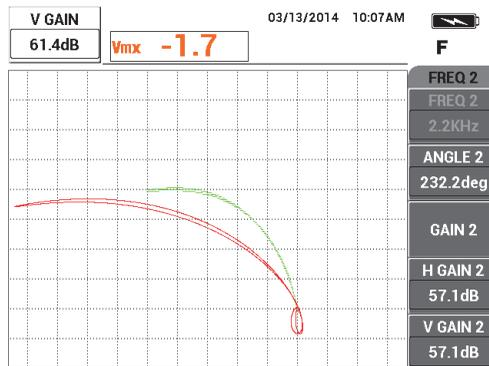

Figura 5-124 Regolazione dell'ampiezza verticale del segnale della frequenza 1
14. Premere nuovamente il tasto GAIN (**dB**) ed in seguito aumentare l'ampiezza verticale del segnale della frequenza 1 (verde) fino a quando si estende esattamente 4 frazioni al di sopra del punto zero (vedere Figura 5-124 a pagina 227).